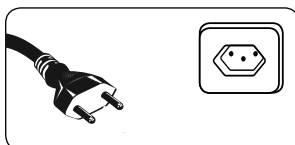

FIGURA 8.1 - CONEXÃO DO PLUGUE A TOMADA
A Figura 8.1 mostra a conexão plugue-tomada. Para sua segurança contra choques elétricos, somente utilize seu pulverizador de tinta em instalações com disjuntor diferencial residual (DR) de 30 mA. Se necessário contrate um eletricista de sua confiança e solicite a instalação deste componente de segurança.